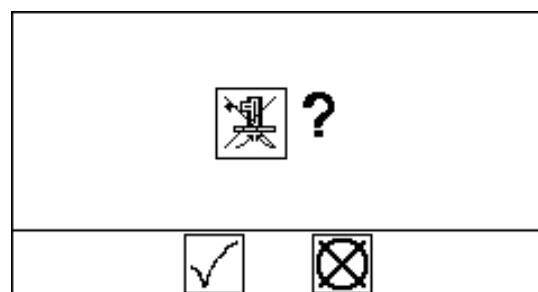
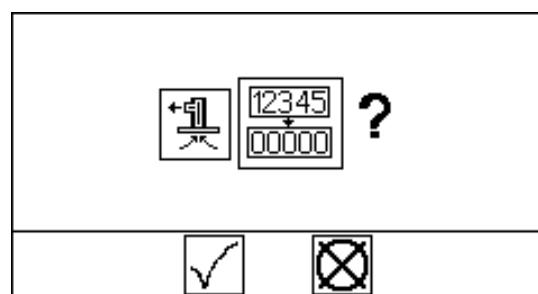

Рис. 22. Подтверждение выхода из режима заправки
Рис. 23. Подтверждение сброса времени на таймере заправки
См. Рис. 22. Для прерывания заправки выберите ✓ .
**ПРИМЕЧАНИЕ.** Для продления продолжительности заправки выберите ✗ на Рис. 22. На дисплее отобразится запрос подтверждения. См. Рис. 23.